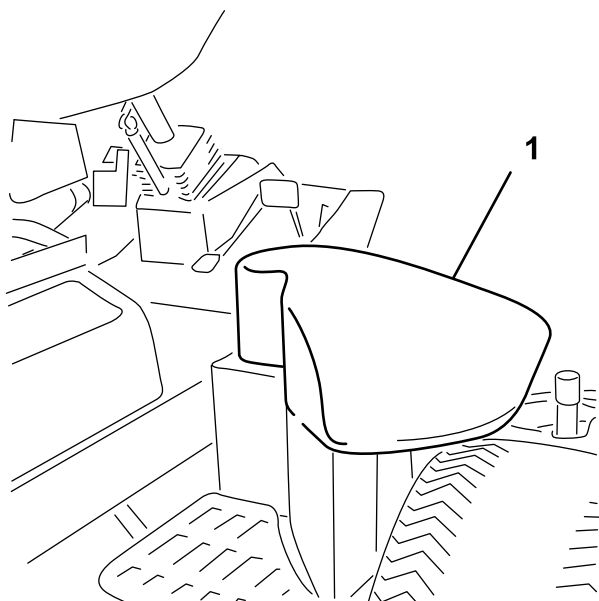

Figura 37
2. Alzate il coperchio del serbatoio idraulico, sul lato destro della macchina (Figura 37).